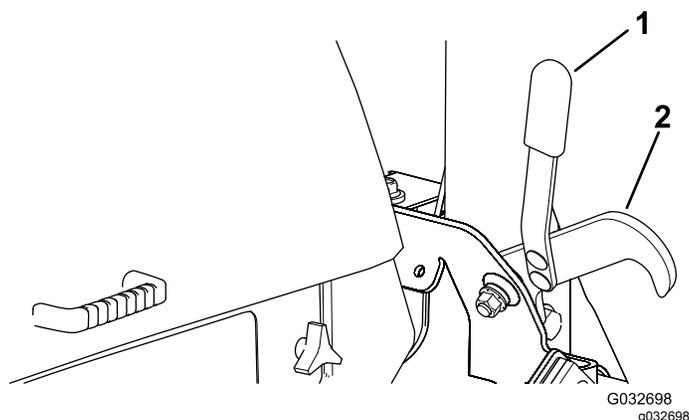

Figure 29
2. Asseyez-vous sur le siège et tournez la clé en position CONTACT (Figure 29).